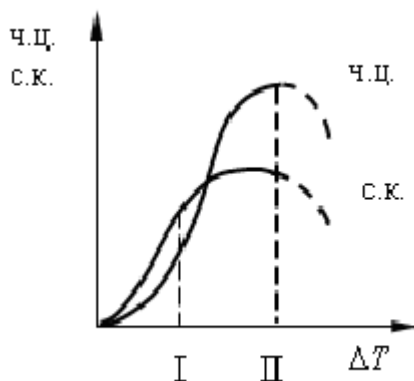

Рис. 2
23. По графику зависимости скорости роста кристаллов и числа центров кристаллизации от степени переохлаждения (рис.2) укажите величину зерна в зоне I:
24. По графику зависимости скорости роста кристаллов и числа центров кристаллизации от степени переохлаждения (рис.2) укажите величину зерна в зоне II: